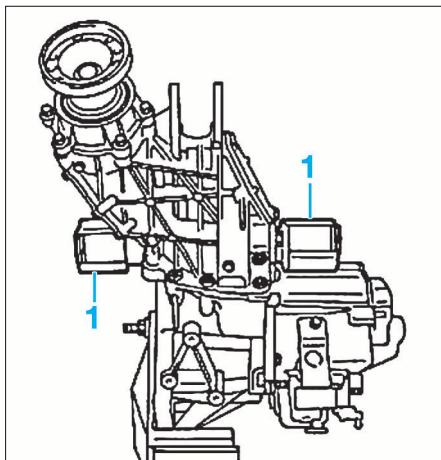

FIG. 2
- Déloger et déposer les 2 joints (1) (Fig.2) côté différentiel.